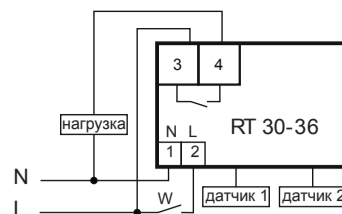

Рис. 2: схема подключения нагрузки мощностью до 4,4 кВт к устройству
- 7.2. Подключить нагрузку к изделию (см. рис.2). Для этого используйте одножильный или многожильный провод с двойной или усиленной изоляцией сечением, соответствующим мощности нагрузки. Фазное напряжение подается на контакты 2 и 3 устройства. Напряжение может подаваться через выключатель W или напрямую.